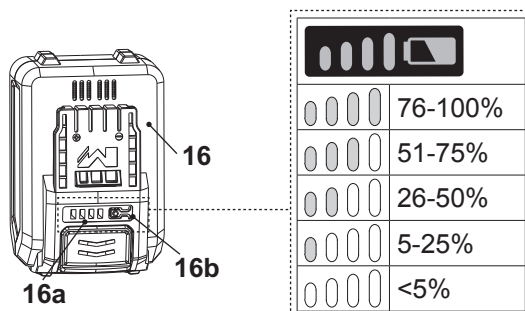

Fig. 6
Le bloc-batterie (16) est équipé d'indicateurs de capacité de batterie (16a) qui donnent une indication de la capacité restante du bloc-batterie. Appuyez sur le bouton de capacité de la batterie (16b) pour vérifier la capacité de la batterie (Fig. 6). Les LED resteront allumées environ 5 secondes.